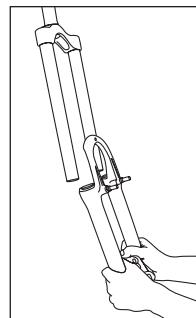

Fig. 7
- Faites sortir l'ensemble de tube inférieur monocoque en le faisant glisser (voir Fig. 7), de l'huile continuera de couler des tubes supérieurs. Retirez les gaines de fourche des fourches Judy C, XC ou XLC.